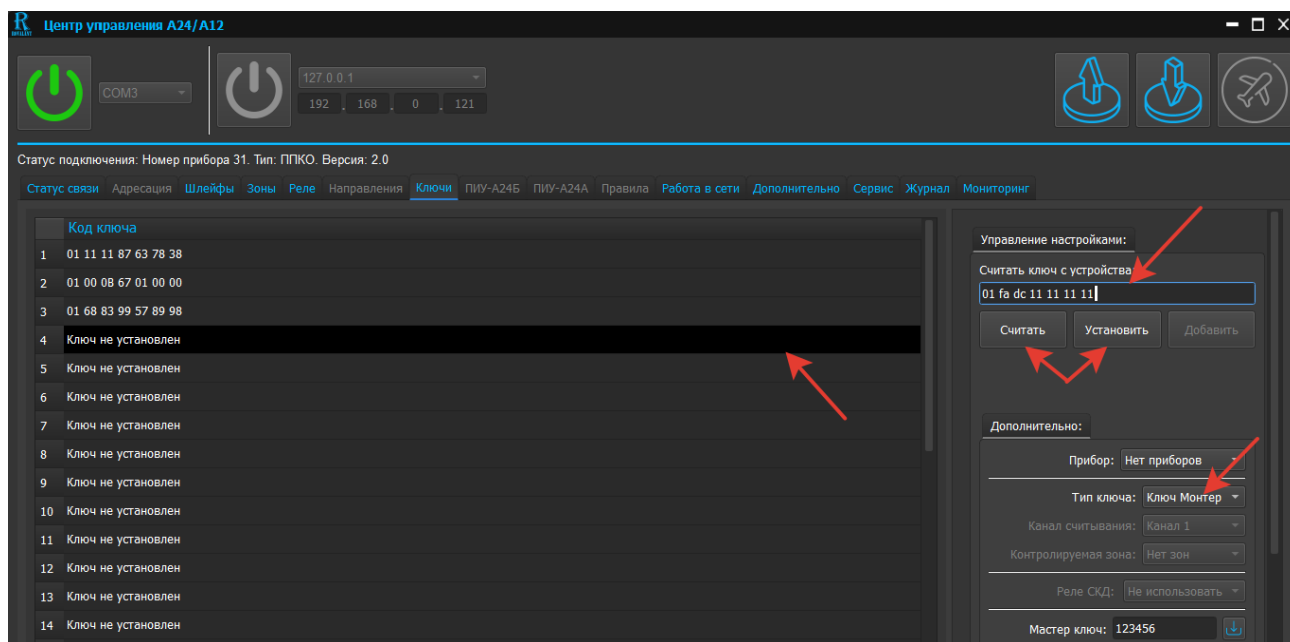

Рис. 55. Скриншот окна программирования ключей типа «ГЗ»
6.4.4 Программирование ключей тип «Монтер» (см. рисунок 55)